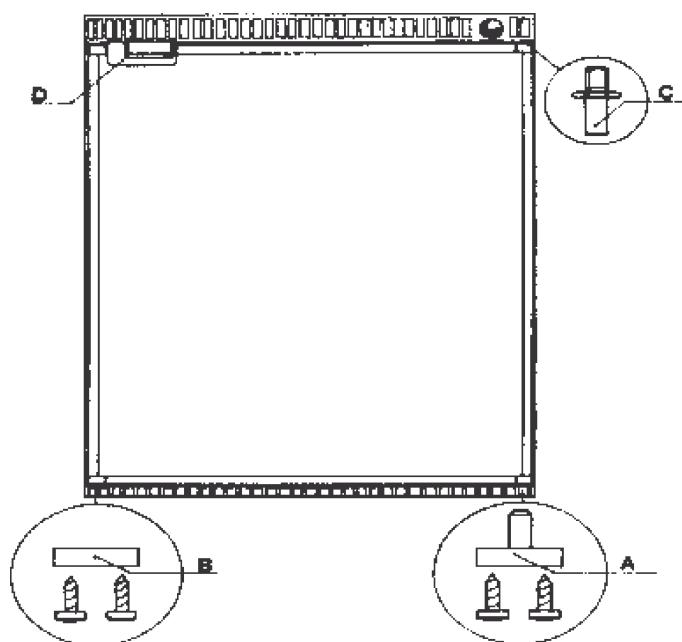
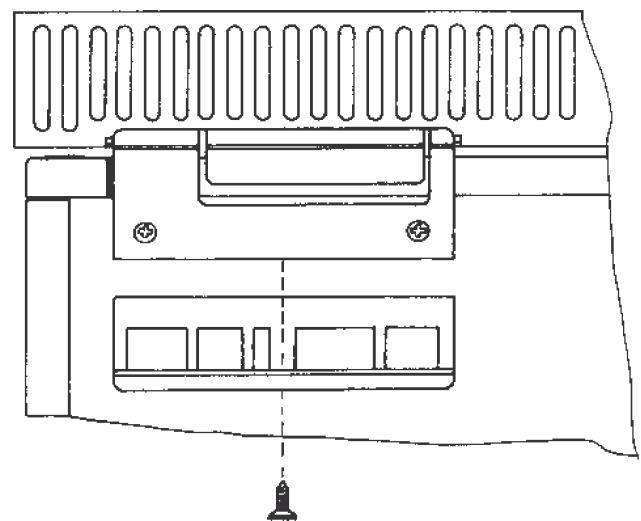

рис.7
рис.8
- снимите шурупы, которые фиксируют ручку (рис. 8);
В моделях 42-49-50-65-85-100-130 дверца обычно открывается вправо. Для изменения направления переместите (A, B, и C на рис. 7) петли, кронштейн и ручку (рис. 8).